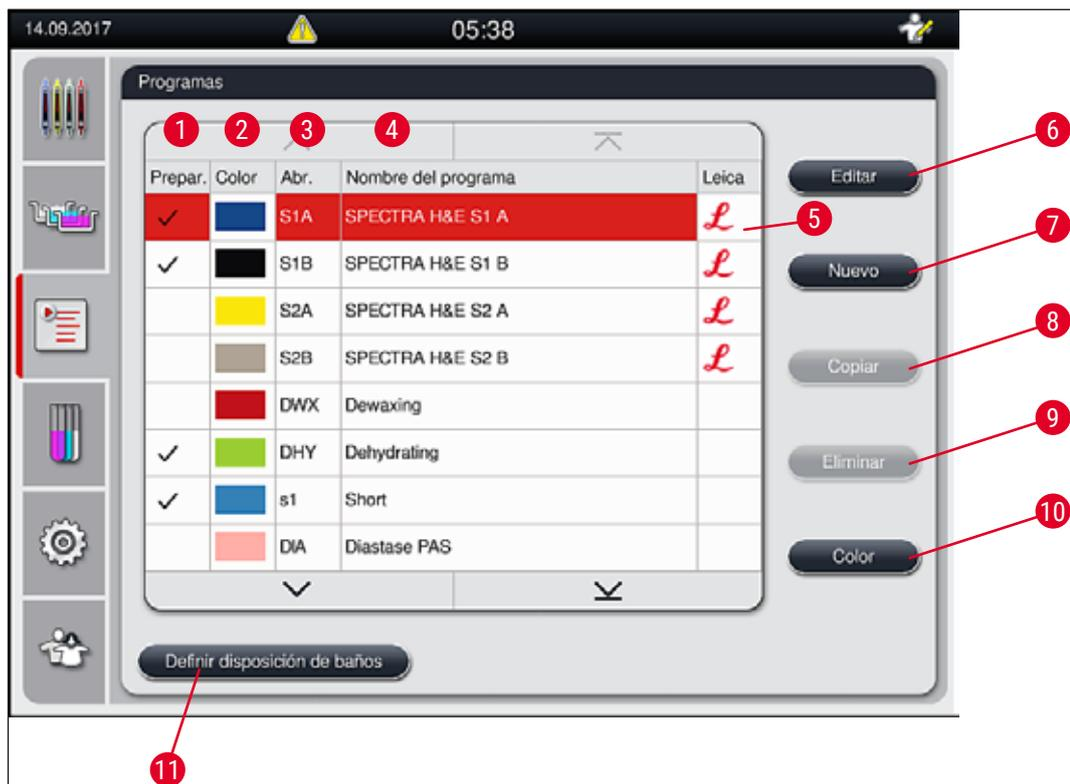

Fig. 40
- Para asignar un color del asa del portaobjetos a un programa, pulse el programa correspondiente de la lista de programas (→ "Fig. 40") para seleccionarlo.
Algunos programas de tinción Leica se pueden utilizar de forma paralela con ajustes diferentes (intensidad de tinción, paso de horno) (→ P. 68 – 5.9.3 **Adaptación del programa de tinción Leica H&E**). Estos programas se preinstalan dos veces en la lista de programas (→ "Fig. 40"). Para distinguir entre estos programas de tinción Leica H&E doblemente preinstalados, en la lista de programas se muestran las abreviaturas S1A y S1B o S2A y S2B. Estos programas constan exactamente de los mismos pasos de programa. Si en la disposición de los baños se integran dos programas idénticos, además se deben escanear y rellenar dos kits de tinción Leica.